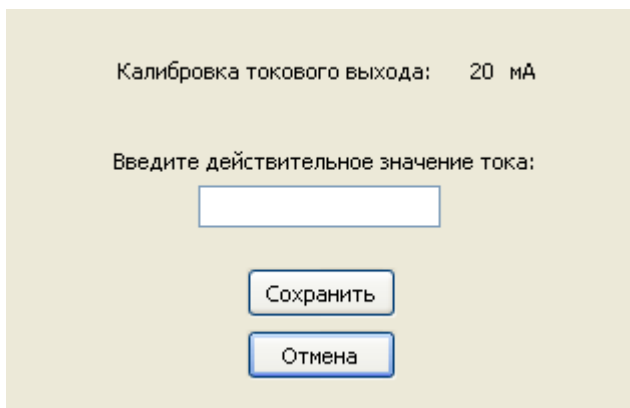

Рисунок 6 - окно калибровки токового выхода: 20 мА
7.Нажмите кнопку «Калибровка 20 мА» отобразится окно калибровки токового выхода: 20 мА (рисунок 6).